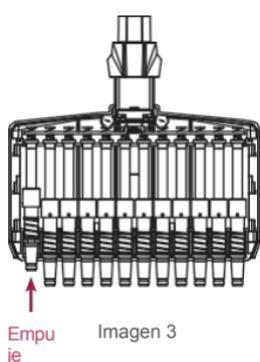

Imagen 3
1. Empuje ligeramente el muelle y tire hacia arriba del cono de la punta para extraerlo del raíl inferior. (imagen 3).